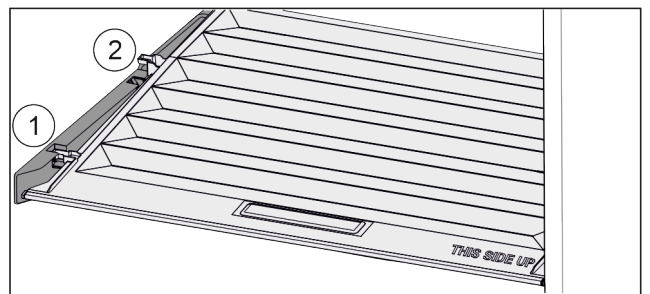

Fig. 107
- ▶ Deckel bis zur Öffnung in den Halteteilen nach vorne ziehen Fig. 107 (1).
- ▶ Hinten von unten anheben und nach oben wegnehmen Fig. 107 (2).